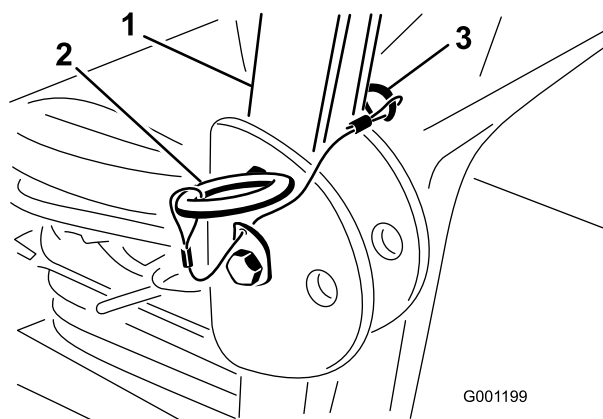

Bild 16
2. Klappen Sie den Überrollbügel hoch und entfernen Sie die Splinte und die zwei Stifte (Bild 16).